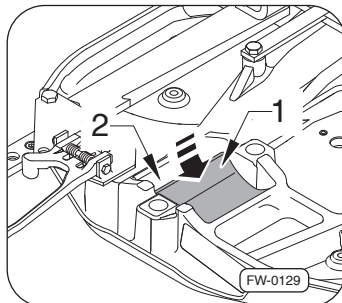

図32 インサート・ベアリングの挿入
2. 図32の矢印2のベアリング・シェルの下側の新しいベアリング・インサートに少量のグルーもしくはシリコンを塗付して下さい。